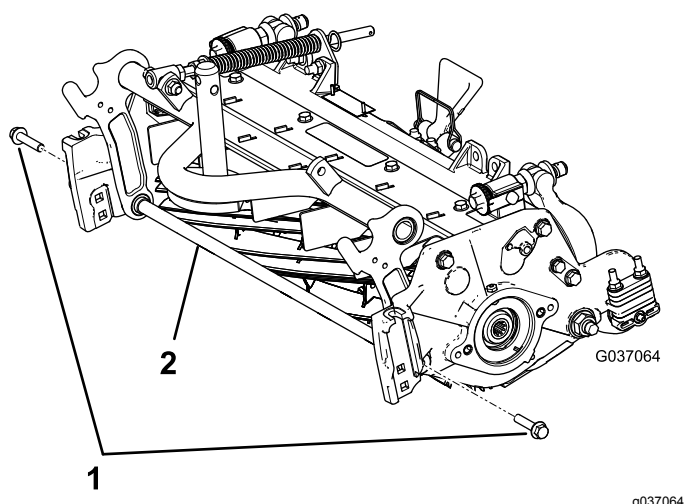

Figure 4
- A. Retirez les 2 boulons à embase qui fixent la tige de support et déposez la tige (Figure 4).